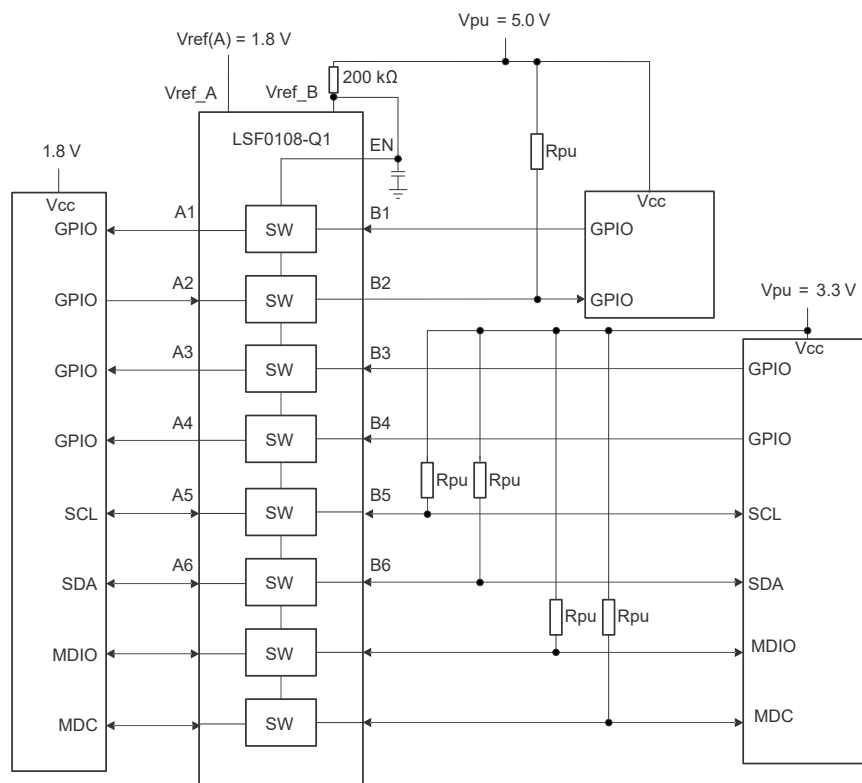

图 9-1. 双向转换至多个电压电平
- $V_{CCB}/V_{CCA}$  与  $V_{ref\_B}$  或  $V_{ref\_A}$  不同： $V_{CCB}$  是指提供给 LSF 器件的 B 侧电源电压，而  $V_{ref\_B}$  是指 200k $\Omega$  电阻器另一侧的  $V_{ref\_B}$  引脚（图 9-1 的引脚 7）处的电压
如图 9-1 所示， $V_{ref\_B}$  通过 200k $\Omega$  电阻器连接到 5V 的  $V_{PU}$  电源， $V_{ref\_A}$  连接到 1.8V 电源。A1 和 A2 通道的最大输出电压等于  $V_{ref\_A}$ ，B1 和 B2 通道的最大输出电压等于  $V_{PU}$ 。
图 9-1 显示了基准电源电压  $V_{ref\_A}$  如何连接到 1.8V 处理器内电源， $V_{ref\_B}$  如何通过  $200k\Omega$  电阻器连接到 5V 电源。A3 和 B4 的输出电压最大值为  $V_{ref\_A}$ ，双向接口（Ch5/6、MDIO、MDC）的输出电压最大值为  $V_{pu}$ 。